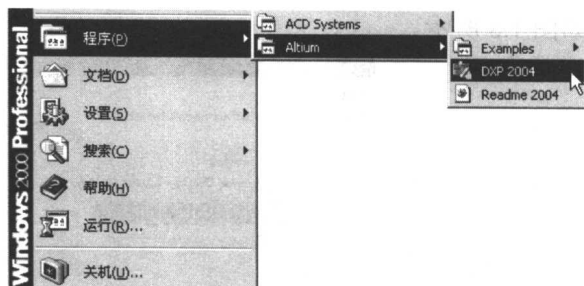

图 1.11 “开始”→“程序(P)”→“Altium”
(2) 在计算机桌面上选择“开始”→“程序(P)”→“Altium”→“DXP 2004”命令项, 如图 1.11 所示也可启动 Protel DXP 2004。